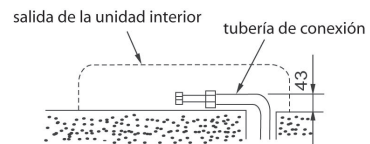

Ilustración 43
2. Para instalar la tubería de derecha o izquierda posterior, instale la tubería según lo ilustrado. Doble la tubería de conexión y colócala más o menos a 43 mm. de la pared. (Ilustración 43)